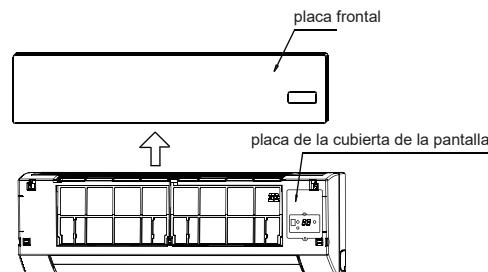

Fig.7-1
1. Retire la placa frontal y luego desmonte la placa de la cubierta de la pantalla. (Consulte la Fig. 7-1)